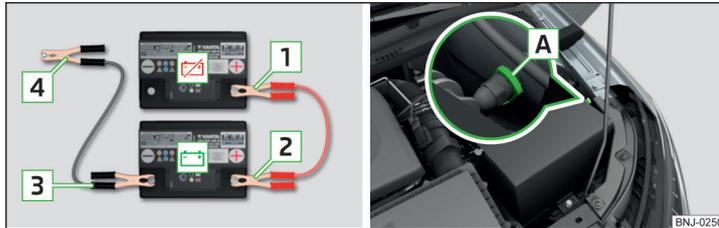

Abb. 188 Starthilfe: - entladene Batterie, - stromgebende Batterie / Massepunkt des Motors beim START-STOPP-System
- » Bei Fahrzeugen **mit** dem START-STOPP-System die Klemme **4** am Massepunkt des Motors **A** befestigen » Abb. 188.